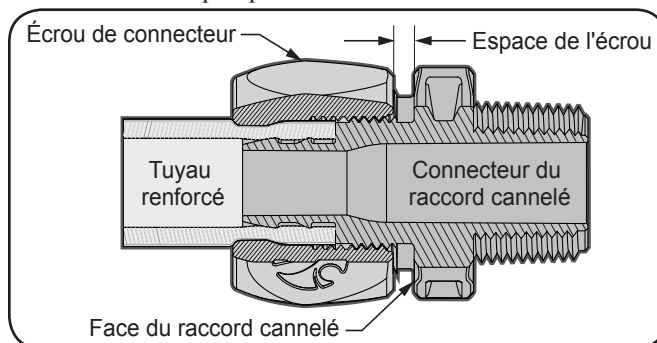

Figure 8. Raccord rapide
- Glissez le tuyau sur les cannelures jusqu'à l'obtention d'un ajustement adéquat. Voir Figure 8.